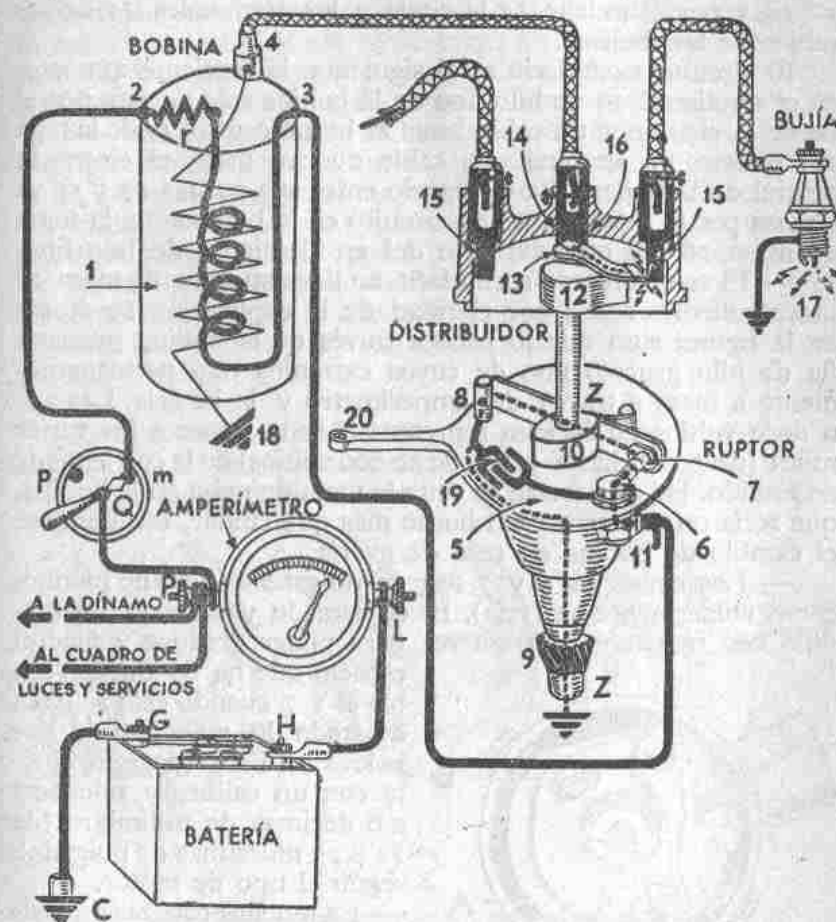

Fig. 200.—Encendido por batería (delco).
— La resistencia *r* (fig. 200) que hay a la entrada del primario de la bobina tiene el siguiente objeto: Si estando parado el motor se pone la llave de encendido Q en posición de marcha, la corriente de la batería se descarga a través del circuito primario si los contactos 6 y 7 están unidos, como es muy posible que hayan quedado cuando se paró el motor. Para evitar que en ese caso se descargue la batería o se queme la bobina, se intercala la resistencia *r*, que es de una aleación a base de hierro y tiene la propiedad de aumentar su resistencia eléctrica a medida que se calienta por el paso continuado de la corriente, impidiendo a des-arga rápida de la batería. De todos modos, no es de una seguridad absoluta, y actualmente no la traen muchas bobinas, por lo que debe cuidarse de no dejar la llave de encendido en la posición de marcha (ON), sino en la de parada (OFF).
poder variar el avance al encendido es necesario adelantar o retrasar el momento en que la leva 10 (fig. 200) separa los contactos 6 y 7, que es cuando se produce la chispa, y para ello el platillo o caja 5 permite un pequeño movimiento de oscilación que puede dársele por medio del brazo 20, mandado a su vez desde el manillar por un cable bowden. Al girar un poco la caja 5, varía la posición relativa de la leva 10 y martillo 7-8,
Generalmente, el avance a mano se combina con *avance automático*. En la figura 202 se representa el funcionamiento de este último mecanismo. El eje *Z* hace girar el disco *M*, sobre cuyos pivotes *f* se articulan los contrapesos *P*, los cuales llevan unos agujeros en los que entran los tetones *r* de la placa *H*, y es a través de ésta como sigue el giro de *Z* hasta la leva 10 y dedo 12 (fig. 200).
— En la figura 203 se ve una cabeza de Delco, destapada, mostrando sus elementos tal y como son en la realidad. Como es para motor de dos cilindros (y lo mismo si fuesen más) lleva distribuidor; pero en los monocilíndricos el cable de encendido (fig. 200) va directamente desde la bobina 4 a la bujía 17.